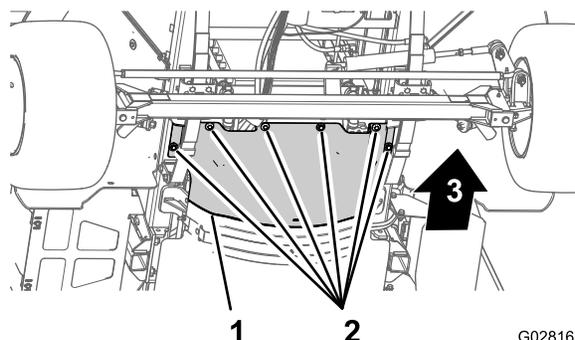

Рисунок 60
3. Выверните 6 болтов с шестигранными головками и снимите 6 шайб, которые крепят передний теплоизолирующий экран к шасси, и снимите экран (**Рисунок 60**).